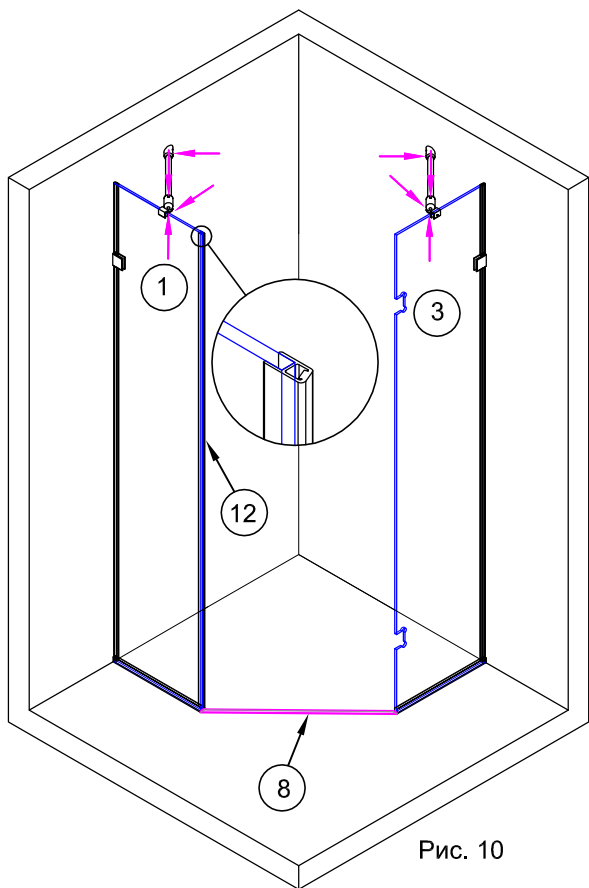

Рис. 10
4.1. Установить на внешний торец боковой стенки магнитный уплотнитель №12 (рис.10). Нижний край уплотнителя должен быть вплотную к профилю №4 на полу.
4.2. Заготовку порошка обрезать в размер между торцами профилей №4\* и №4. (рис.10). Полученный порожек №8 приклеить до пола силиконовым герметиком.